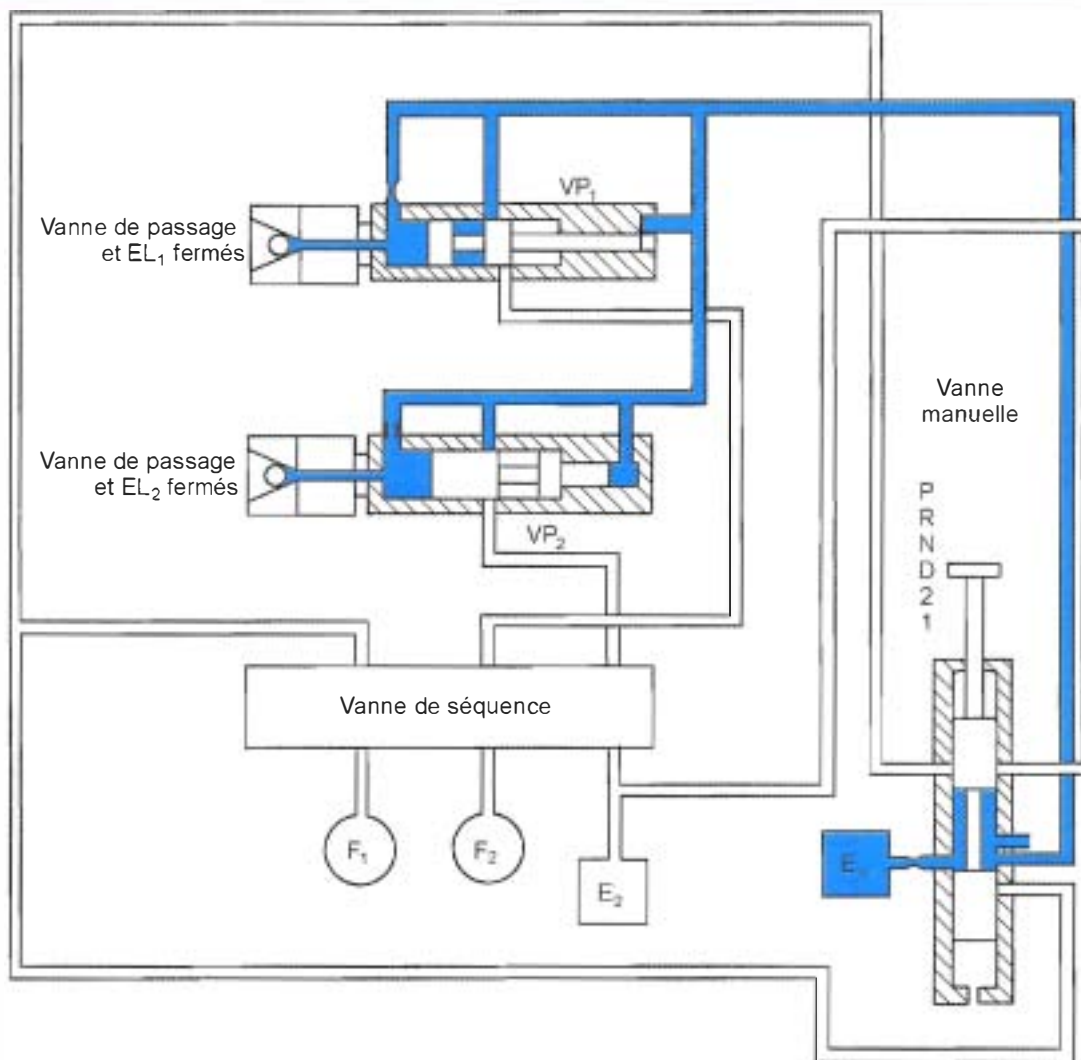

Figure 6.14 • Première automatique (document Renault).
• **Position automatique D ou A** (figure 6.14). Le levier de sélection est mis en position D ou A pour obtenir une conduite entièrement automatique.
• **Première automatique (sans charge)** (figure 6.14).